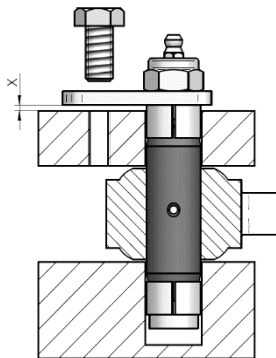

Fig. 2.1
- (1) Placer l'Extenderbolt dans le point d'appui
- (2) Fixer la patte à l'aide de la vis (fig. 2.1), Ici: ne pas serrer, de sorte que $X > 0$
- (3) Serrer l'écrou en respectant le couple de serrage préconisé